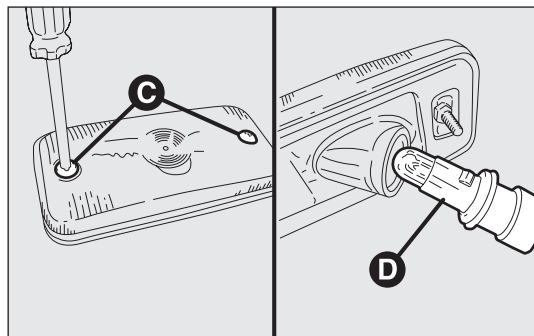

fig. 204
- draai de twee bevestigingsschroeven C-fig. 204 los en verwijder de lichtunit;